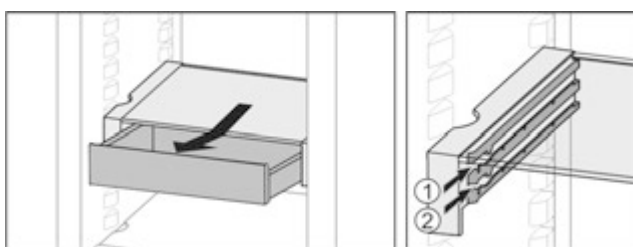

Fig. 29
- ▶ Вставити на будь-якій висоті Fig. 29 (1) або Fig. 29 (2).